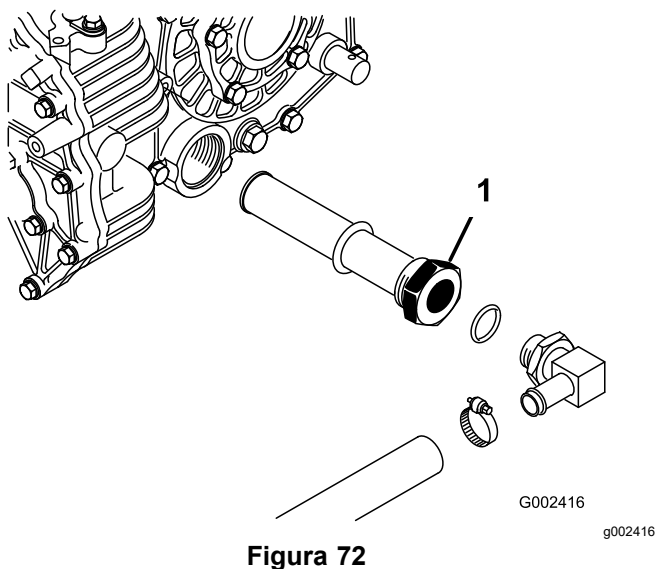

Figura 72
3. Annotatevi l'orientamento del flessibile idraulico e del raccordo a 90° collegati al filtro sul fianco del serbatoio (Figura 72).